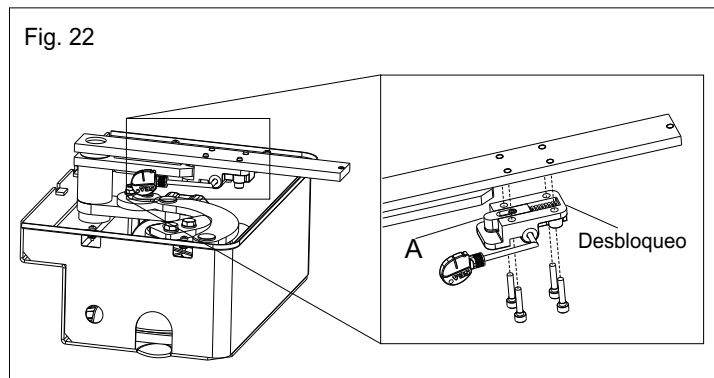

Fig. 22
5.1. Engrasar el perno de enganche (A) y montar el sistema de desbloqueo debajo el conjunto hoja utilizando los 4 tornillos en dotación (Fig. 22)